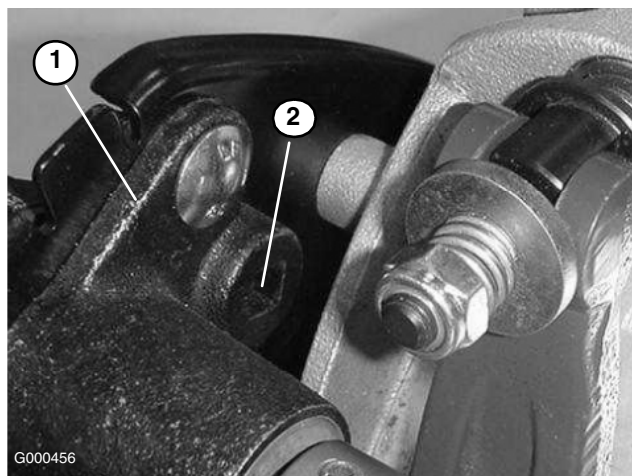

Figure 33
- B. À l'aide d'une clé dynamométrique de 3/8", tournez le logement de roulement avec un couple de 35-40 pouces-livre pour obtenir la tension voulue (Figure 33)